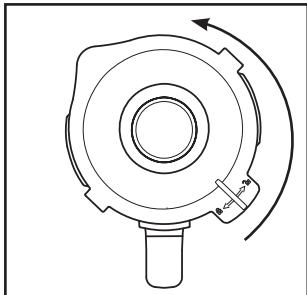

Fig. 1
- 1) Levante o copo misturador ❸ a direito, retirando-o do bloco do motor ❹.
- 2) Remova a tampa ❷, rodando-a para a esquerda na direção da posição  (ver fig. 1), até a conseguir puxar para cima.
- 3) Encha o copo misturador ❸ no mínimo até ao traço inferior da escala ❸ e no máximo até à marca MAX. Para resultados ideais, recomendamos as seguintes quantidades máximas de enchimento: